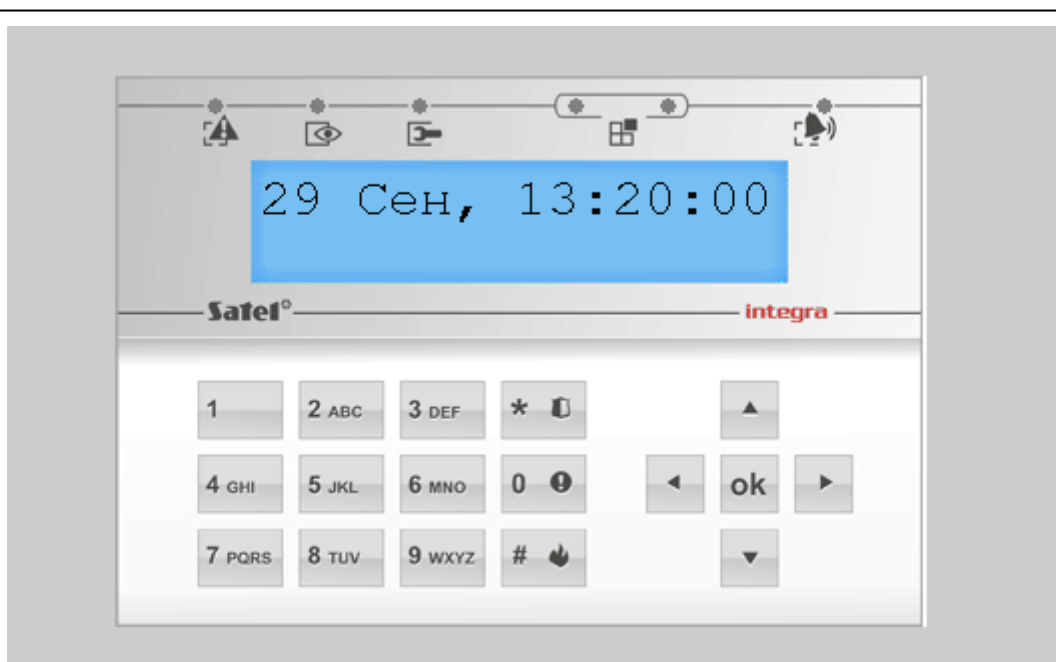

Рис. 19. Интернет-браузер: виртуальная клавиатура.
5. В интернет-браузере будет отображена виртуальная клавиатура (рис. 19).